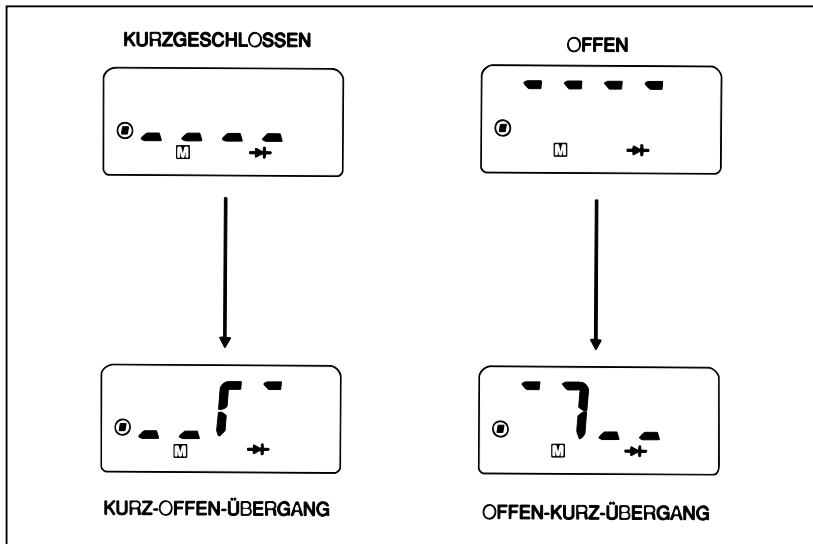

Abbildung 9. Offen-kurz- und Kurz-offen-Übergänge
3. Drücken Sie die [M]-Taste. In der Anzeige wird der Anfangszustand (entweder offen oder kurzgeschlossen) angegeben (siehe Abbildung 9); das Symbol M erscheint in der Anzeige.
Wenn das Meßgerät einen Übergang feststellt, gibt es einen Signalton von sich und die Skala zeigt den Übergang an (siehe Abbildung 9). Folgende Übergänge veranlassen das Meßgerät, einen Signalton abzugeben, aber die Skala verändert sich nicht.